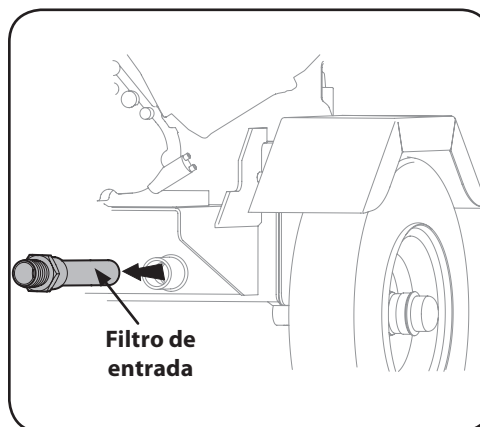

Figura 5-3
5. Con cuidado, un- enrosque el filtro de entrada y limpiarlo con aceite penetrante. Vea la Figura 5-3.